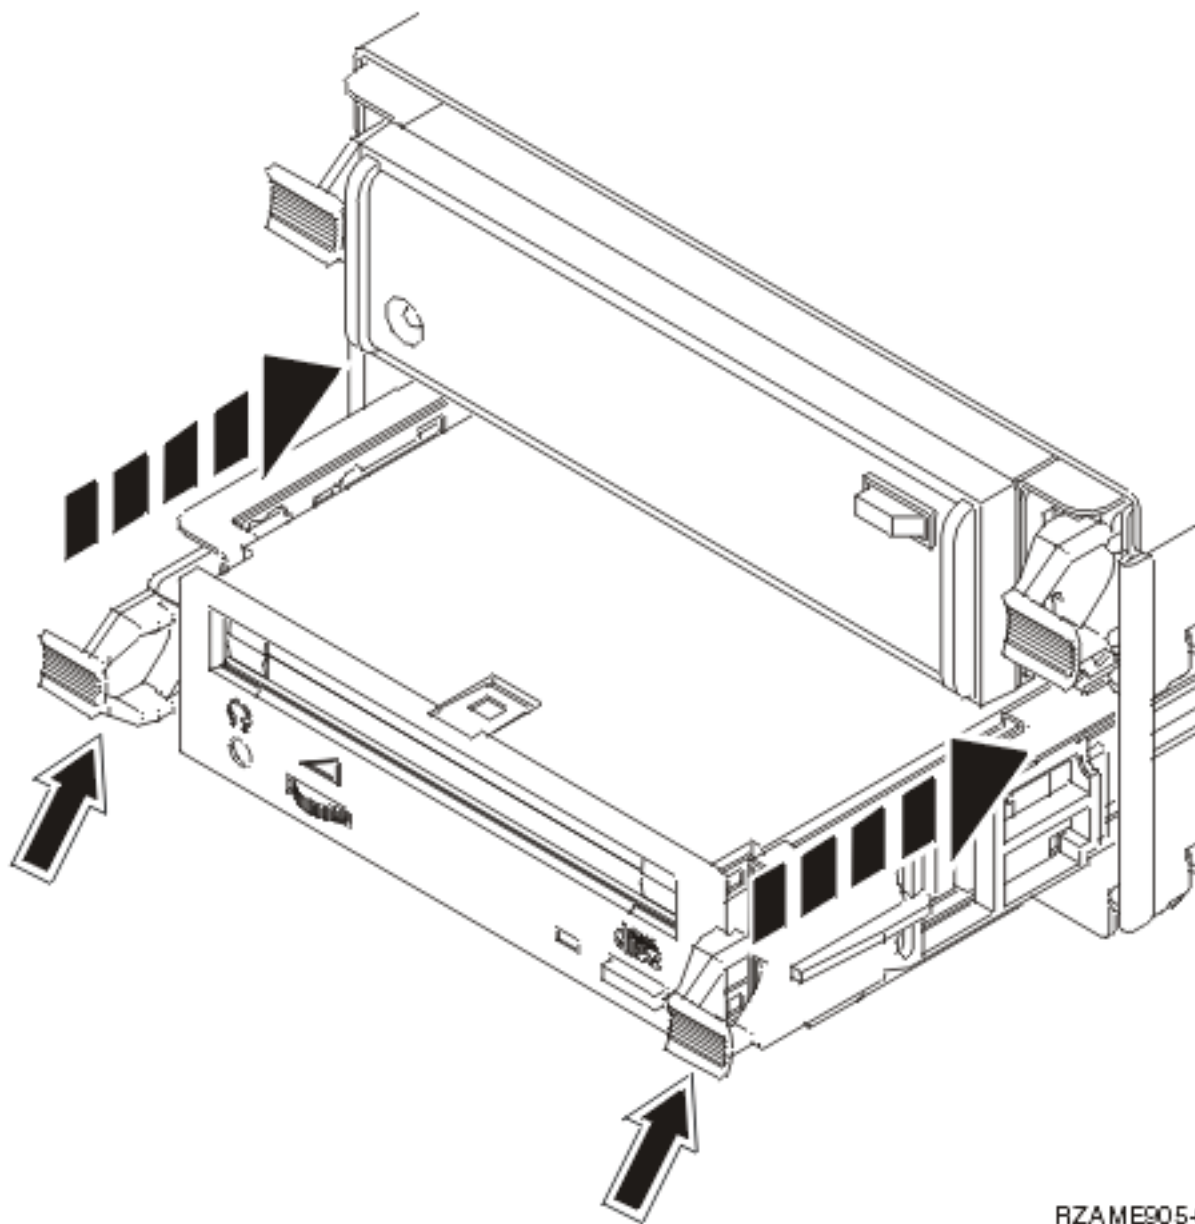

Figura 6. Instalar o dispositivo de suporte de dados amovível
- __ 4. Consulte a Figura 6 na página 24 e alinhe o dispositivo com a posição vazia.